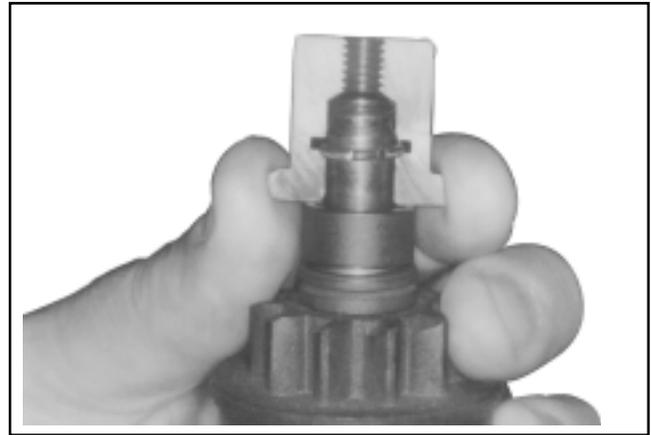

Figura 7-13. Montaggio delle metà interne dell'attrezzo intorno ad albero dell'indotto ed anello di bloccaggio.
3. Tenendo lo scodellino della molla in posizione ritratta, montare le metà interne dell'attrezzo di rimozione intorno all'albero dell'indotto con l'anello di bloccaggio nella scanalatura interna (vedere Figura 7-13). Far scorrere il collare sulle metà interne per tenerle in posizione.